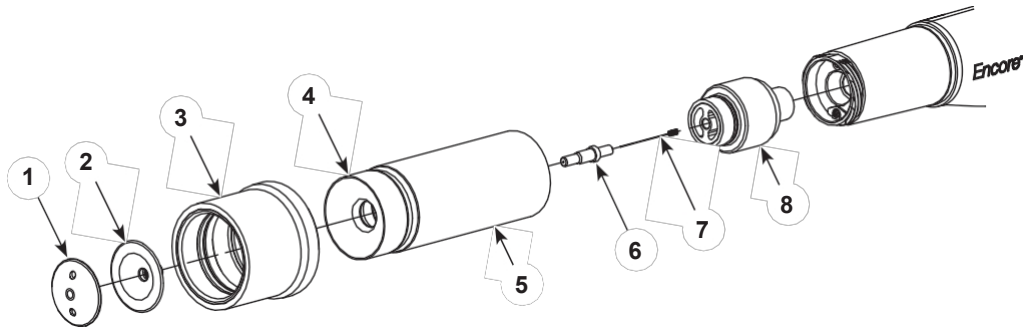

Figura 8 Curățarea unei duze conice
**ATENȚIE:** Capacul deflector (1) și deflectorul (2) trebuie îndepărtate înainte de a scoate piulița duzei din pistolul de pulverizare. Dacă acestea nu sunt îndepărtate mai întâi, suportul electrodului (8) ar putea fi supus deteriorării și ar putea fi necesar să fie înlocuit.
1. A se vedea figura 8. Țineți deflectorul (2) cu degetul în timp ce deșurubați capacul deflectorului (1). Trageți ușor deflectorul (2) de pe suportul conic al electrodului (6).
2. Deșurubați piulița duzei (5) în sens antiorar și scoateți piulița, duza conică (4) și manșonul de model (3) din pistolul de pulverizare.
5. Inspectați suportul electrodului (6). Dacă suportul electrodului este uzat sau deteriorat, deșurubați-l din suportul electrodului (8), apoi scoateți electrodul (7). Instalați electrodul în noul suport, apoi înșurubați suportul în suportul electrodului. Instalați ansamblul suportului electrodului (6, 7 și 8) în pistolul de pulverizare.